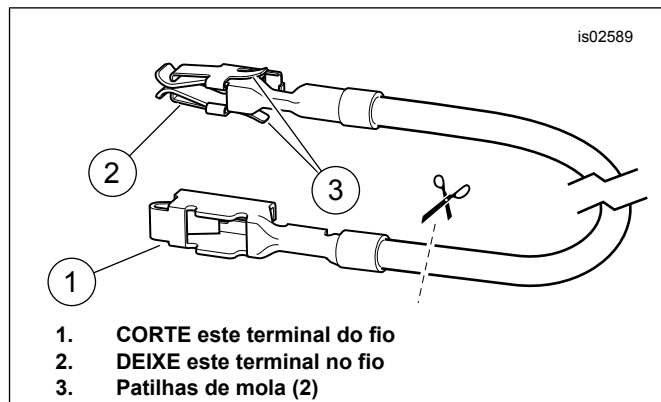

Figura 24. Fio adaptador do bloco de fusíveis (Dyna e Softail)
1. Ver Figura 24. configuração de união “dois-em-um”. Retire do kit um conector de junção selada de cor **vermelho** (ver Figura 34 , item 4). Ligue o fio preto (13) do kit ao fio preto (terra) do transmissor, em conformidade com o descrito no apêndice do manual de serviço de oficina. Faça deslizar a conduta (10) do kit sobre o fio de terra emendado.
4. Selecione o terminal de olhal mais pequeno (7) do kit. Aperte o terminal de olhal na extremidade do fio preto do transmissor, de acordo com as instruções da ferramenta de aperto Packard, que poderá encontrar no apêndice do manual de serviço de oficina.
- Ver Figura 24. A configuração de emenda "um-em-um". Retire do kit um conector de junção selada de cor **azul** (ver Figura 34 , item 5). Una o cabo do chicote de alimentação do sistema de abertura da porta de garagem ao fio do adaptador conforme apêndice do manual de serviço.
3. Ver Figura 34. Obtenha o fio adaptador de bloco de fusíveis cor de laranja/branco (12) do kit. Anote o terminal em cada extremidade (consulte Figura 24). Apenas o terminal com as patilhas de mola cabe neste bloco de fusíveis. Corte cuidadosamente o terminal não utilizado do fio e elimine-o.